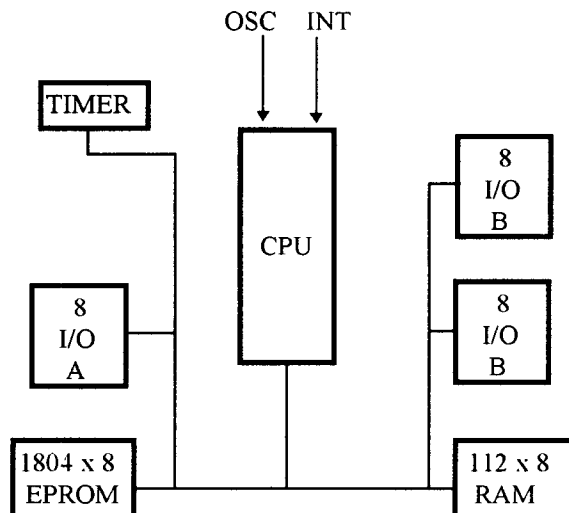

Figura 2.2. Estructura mínima del μ C
La figura 2.2 muestra el diagrama de bloques del microcontrolador MC 68705P3; uno de los más simples de la familia. Una característica importante, es la ausencia de buses de datos y direcciones externos que habiliten la conexión de memorias RAM y ROM por fuera del microcontrolador. El contador de programa (PC) es de 12 bits, por lo tanto el máximo espacio de direccionamiento es de 4Kbytes (000 a FFF en el sistema hexadecimal de numeración).